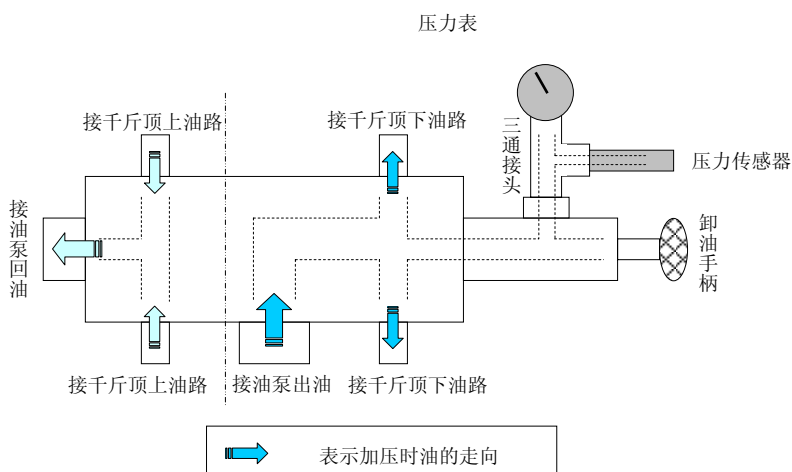

图 4.1
- ① 液控单向阀油路图如 图 4.1 所示；
- ② 将油泵换向阀打到中间位置，用油管将油泵回油口与液控单向阀回油口相连，将油泵出油口与液控单向阀出油口相连，注意在连接之前将接头清理干净，严防砂子、泥土进入油路中；
- ③ 再用油管将千斤顶上油路与液控单向阀回油口相连，将千斤顶下油路与液控单向阀出油口相连；
- ④ 将三通接头一端按图示接到液控单向阀的压力表接口上，然后接上压力传感器，另一端接上压力表。如果不接压力表，也可不用三通接头，直接将压力传感器接到液控单向阀的压力表接口上。
- ◆ 按图 4.1 的接法，加压时油泵的换向阀必须指向图中“接油泵出油”所对应的油管，如果按图 4.2 的接法，加压时油泵的换向阀必须指向“接千斤顶下油路”所对应的油管。